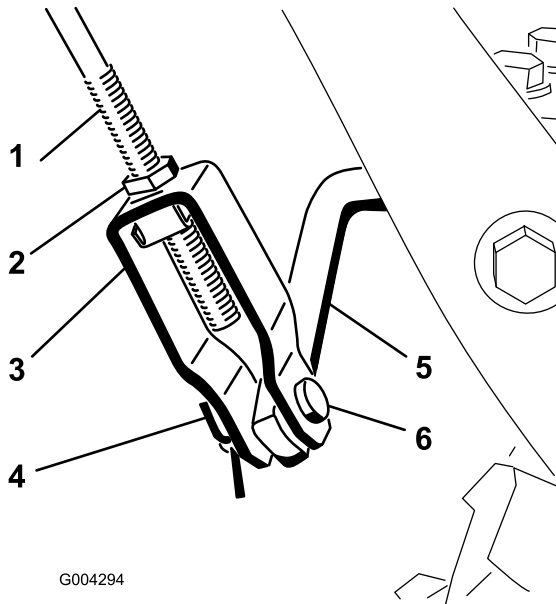

Bild 8
1. Lösen Sie die Klemmmutter über dem Bügel an der oberen Schaltstange (Bild 8).
2. Richten Sie die Löcher im Bügel mit den Löchern an der unteren Schaltstange aus und setzen Sie den Lastösenbolzen ein (Bild 8).
C. Drehen Sie den Lastösenbolzen nach oben oder unten, um den den Abstand zwischen der Oberkante des Handgriffs und der Unterkante des Antriebshebels für den Antrieb vom Räumwerk/Gebläserad (Bild 8) zu erhöhen oder zu verringern.
6. Wenn die Einstellung korrekt ist, bauen Sie den Ösenbolzen ein und befestigen Sie ihn mit dem Splint (Bild 8).
7. Ziehen Sie zum Befestigen der Lastöse die Klemmmutter fest (Bild 8).